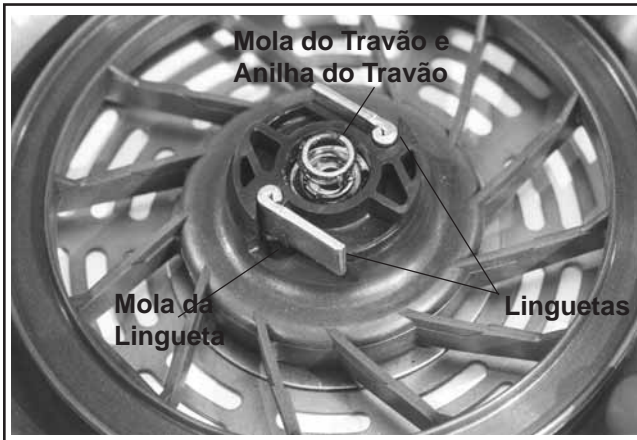

Figura 7-6. Mola do Travão e Anilha, Linguetas e Molas da Lingueta.
3. Retire a mola do travão e a anilha do travão. Consulte a Figura 7-6.
6. Lubrifique um pouco a mola do travão com massa lubrificante. Coloque a mola na anilha plana. (Certifique-se de que as roscas no veio central permanecem limpas, secas e sem massa lubrificante e óleo.) Consulte a Figura 7-6.